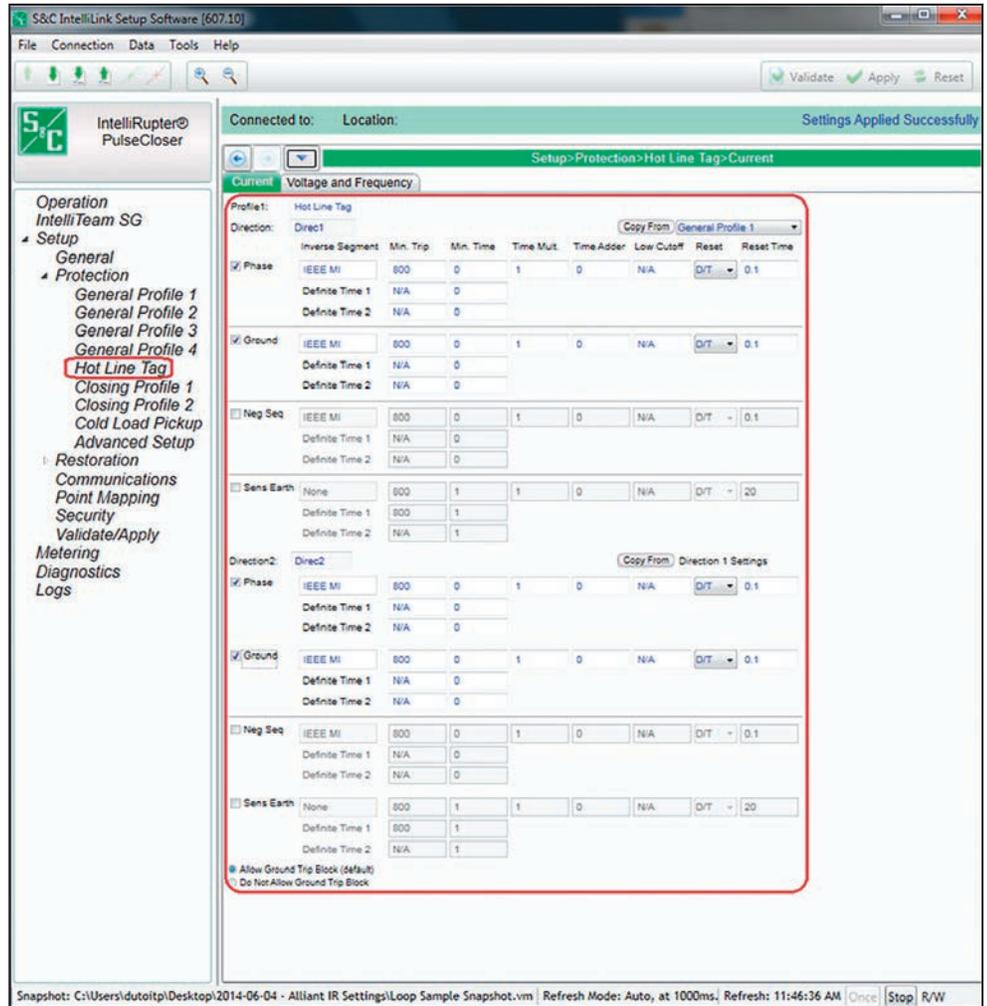

Figura 76. La pantalla *Setup>Protection>Hot Line Tag>Current*.
PASO 11. Ajuste las curvas TCC del modo **Hot Line Tag (Etiqueta de Línea Viva)** en la pantalla *Setup>Protection>Hot Line Tag>Current* (*Configuración>Protección>Etiqueta de Línea Viva>Corriente*). Vea la Figura 76.
- PASO 1.** En la pantalla *Setup> Restoration>Loop* (Configuración>Restablecimiento>Anillo), habilite el punto de ajuste **Enable Loop Restoration (Habilitar el Restablecimiento del Anillo)** para el perfil **General** deseado. Vea la Figura 76 en la página 145.
Cuando el modo **Loop Restoration** está tomando una decisión para cerrar y restablecer el alimentador, éste usa el perfil y la secuencia de prueba programados en la pantalla *Setup>Restoration>Loop>Loop Restoration Test Sequence* (Configuración>Restablecimiento>Anillo>Secuencia de Prueba del Restablecimiento del Anillo). Vea la Figura 76 en la página 145.